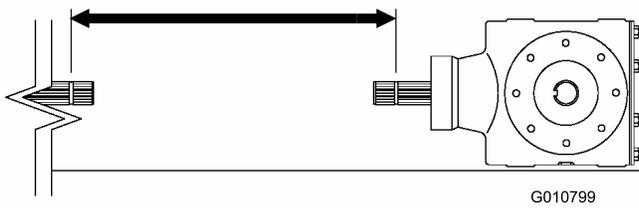
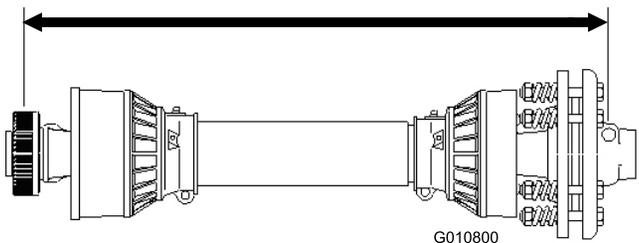

Figure 15
Figure 16
5. Mesurez la distance entre la gorge de verrouillage à l'extrémité de l'arbre de PDF du tracteur et la gorge de verrouillage sur l'arbre de PDF de réducteur de l'aérateur (Figure 15). Notez cette distance. Exemple : 70 cm
6. Sur l'arbre de PDF, mesurez la distance entre le centre de la bille de la goupille de blocage à une extrémité et le centre de la goupille de blocage à l'autre extrémité (Figure 16). Notez cette distance. Exemple : 81 cm
7. Utilisez la plus petite des deux mesures obtenues à la Figure 15 et la Figure 13, et ôtez-la de la distance obtenue à la Figure 16. Exemple : 81 cm moins 67 cm égale 14 cm.